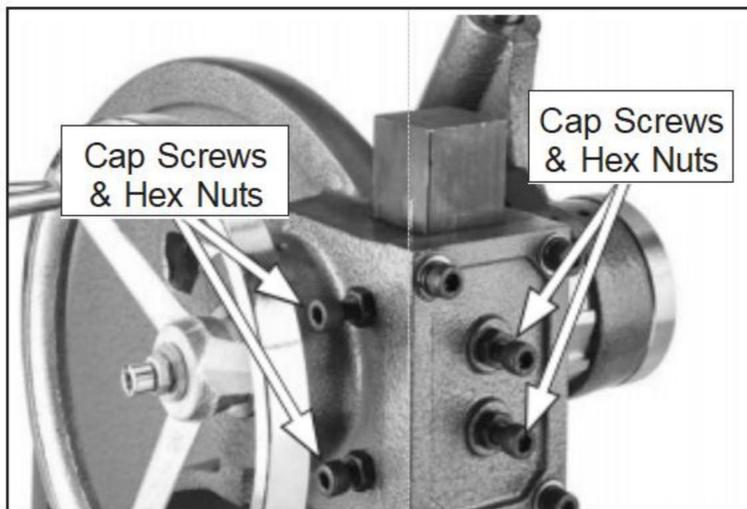

Figure 8. Cap screws used to adjust ram free-play.
Mit den Kopfschrauben an der Vorder- und linken Seite des Ram-Gehäuses (siehe **Abbildung 8**) können Sie die Menge des freien Spiels des Stößels. Idealerweise sollte sich der Stößel mit sehr wenig Spiel bewegen, aber nicht zu steif sein.
1. Lösen Sie die in **Abbildung 8** gezeigten Kopfschrauben .
4. Wenn Sie mit dem Spiel des Stößels zufrieden sind, ziehen Sie die Sechskantmuttern wieder fest. (siehe **Abbildung 8**), ohne dass sich die Kopfschrauben bewegen.